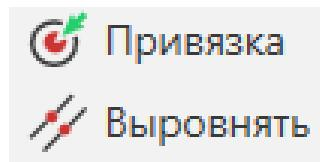

Рисунок 12 – Привязка заготовки
1. Выберите заготовку и нажмите Привязка (рис.12).